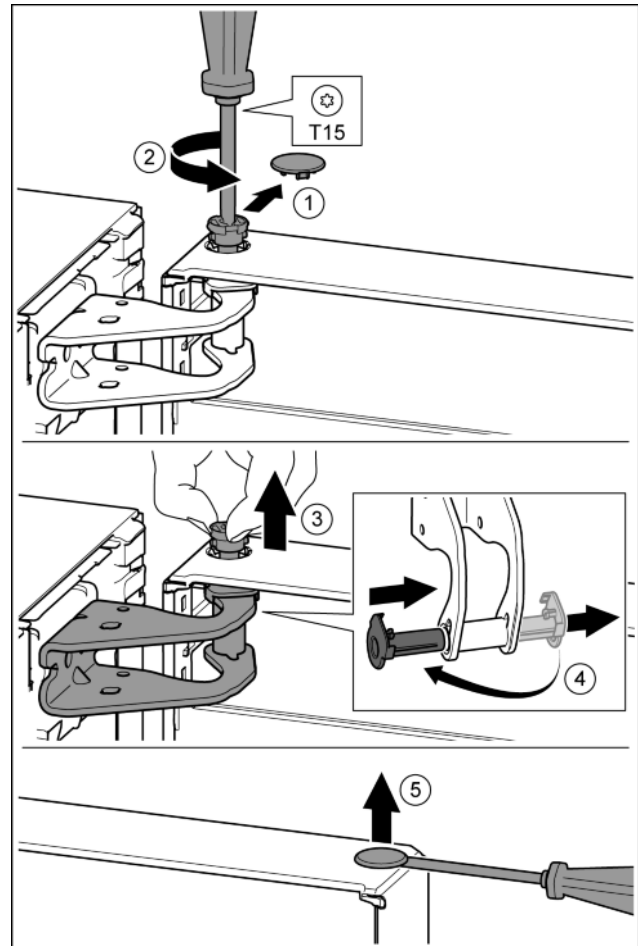

Fig. 13
- ▶ Enlever délicatement le cache de sécurité. Fig. 13 (1)
- ▶ Dévisser légèrement le boulon avec un tournevis T15. Fig. 13 (2)
- ▶ Tenir fermement la porte et sortir le boulon avec les doigts. Fig. 13 (3)
- ▶ Tirer la douille de palier en dehors du guide. La mettre de l'autre côté et l'enclencher. Fig. 13 (4)
- ▶ Soulever délicatement le bouchon en dehors de la douille de palier de porte avec un tournevis plat et le sortir. Fig. 13 (5)